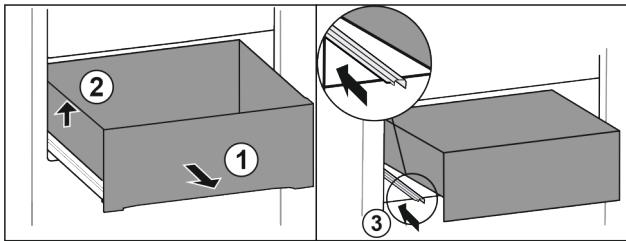

Fig. 13\*
- Издеглете чекмеджето напълно Fig. 13 (1).\*
- Повдигнете чекмеджето отляво Fig. 13 (2).\*
- Вкарайте лявата релса Fig. 13 (3).\*